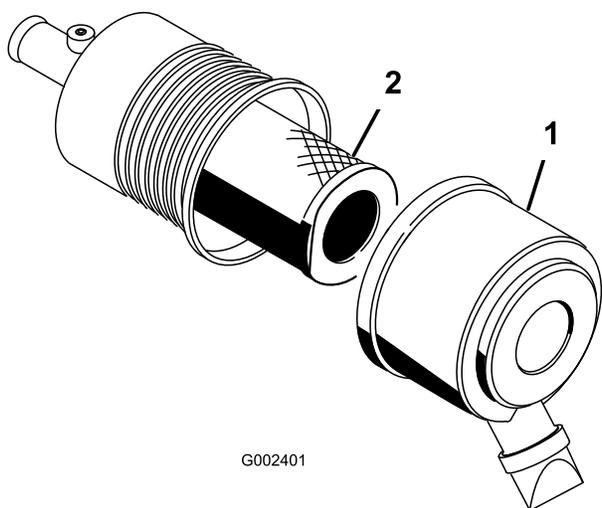

図 44
1. エアクリーナのラッチを外し、ボディーからカバーを抜き出す 図 44。
3. エアクリーナのボディーから、フィルタをはずかに引き出す (図 44)。
5. フィルタをゆっくり押し込むようにしてボディチューブに取り付ける 図 44。
6. 上下方向を間違えないように、エアクリーナカバーを正しく取り付け、ラッチを掛ける 図 44。